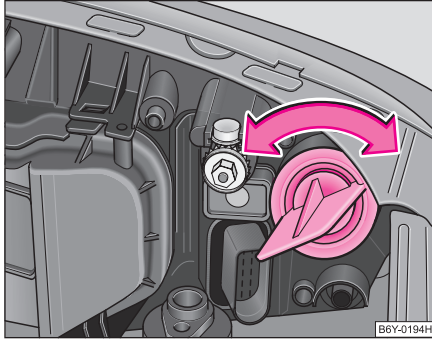

Abb. 178 Ausbau der Glühlampe für Blinklicht vorn
- Durch Drehen nach links die Lampenfassung mit Glühlampe herausdrehen ⇒ Abb. 178.